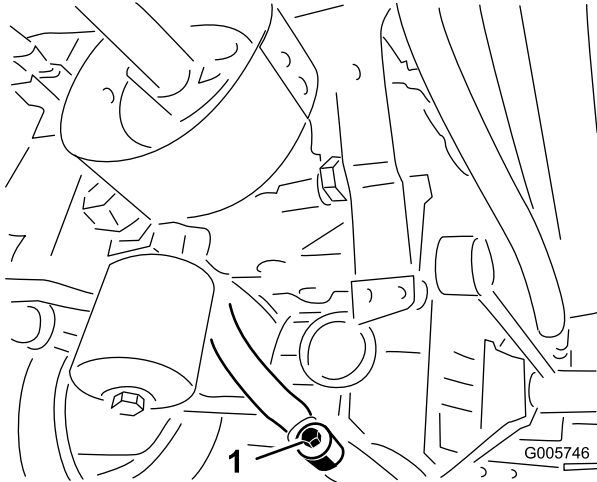
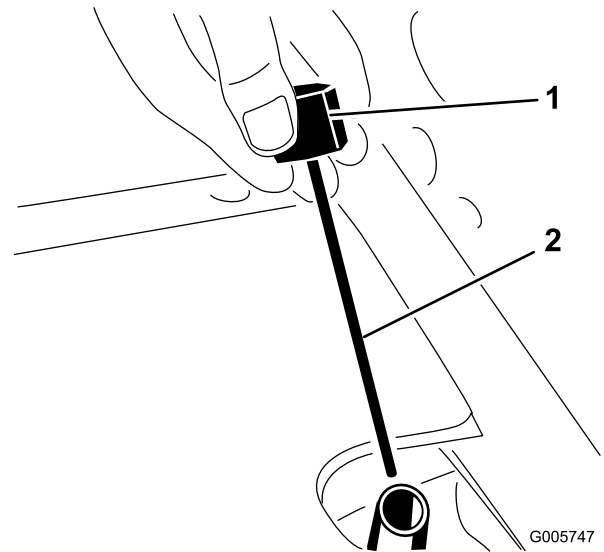

Figure 75
Figure 76
4. Enlevez le bouchon de vidange du raccord entre le carter de pont et le filtre à huile. Laissez couler l'huile dans un bac de vidange (Figure 75).
6. Placez le bouchon de vidange dans le raccord entre le carter de pont et le filtre à huile (Figure 75).
7. Sortez la jauge du goulot de remplissage du pont (Figure 76) et versez la quantité voulue d'huile du type et de la viscosité recommandés pour la température ambiante anticipée (voir le tableau ci-dessus).
9. Attendez encore deux minutes, puis sortez la jauge du goulot de remplissage du pont et vérifiez le niveau d'huile (Figure 76). Si le niveau est bas, faites l'appoint jusqu'à ce que le niveau atteigne la rainure sur la jauge (Figure 76). Si le niveau est trop haut, enlevez le bouchon de vidange (Figure 75) et vidangez une quantité d'huile suffisante pour faire descendre le niveau jusqu'à la rainure sur la jauge.